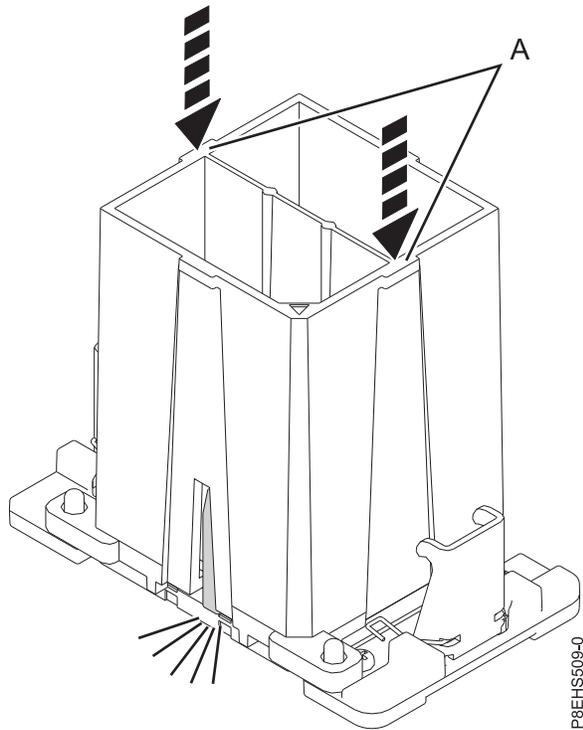

Figura 73. Bloqueo del módulo del procesador del sistema en la herramienta
- c. Con la herramienta de extracción (A) apoyada en la parte superior del módulo del procesador del sistema, empuje la herramienta para encajar el módulo del procesador del sistema en ella, como se muestra en la Figura 73 en la página 75. Asegúrese de que los dos agarres de la herramienta encajen en el módulo del procesador del sistema. No presione las pestañas de sujeción azules hasta que así se le indique más adelante.